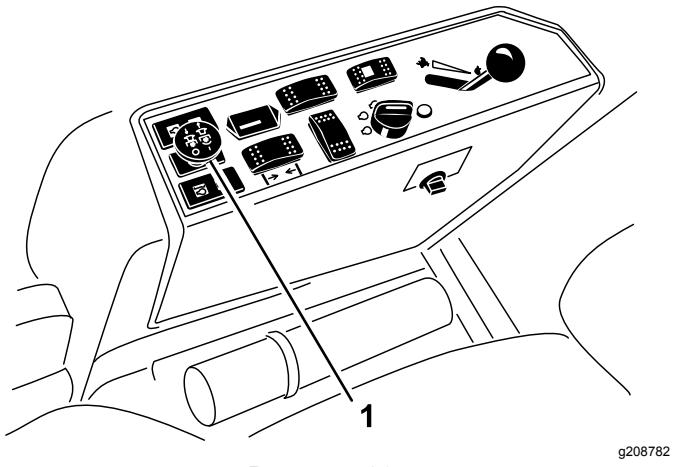

Рисунок 23
- Чтобы включить механизм отбора мощности, потяните вверх переключатель PTO (Рисунок 23).